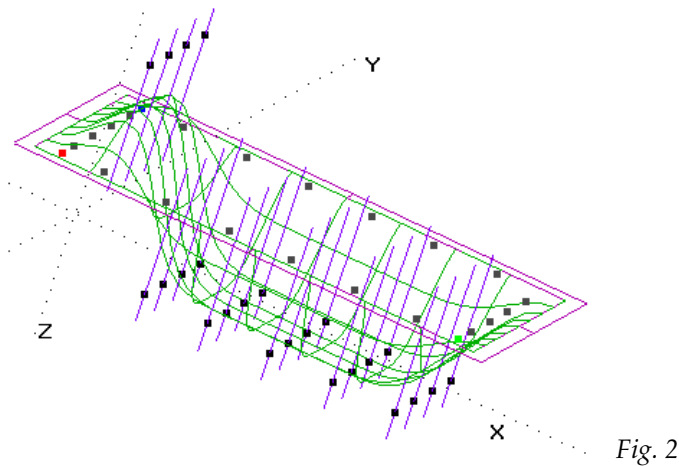

Fig. 2
- 8 Now click **Apply** (Fig. 2).